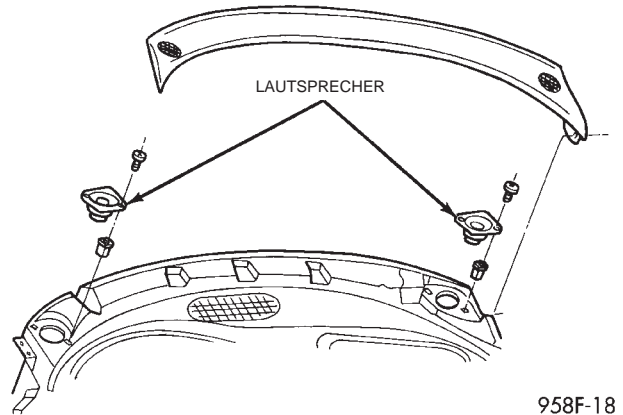

Abb. 5 Instrumententafellautsprecher
(2) Die beiden Befestigungsschrauben des jeweiligen Lautsprechers lösen. Lautsprecher nach oben ziehen und Steckverbinder abziehen (Abb. 5).